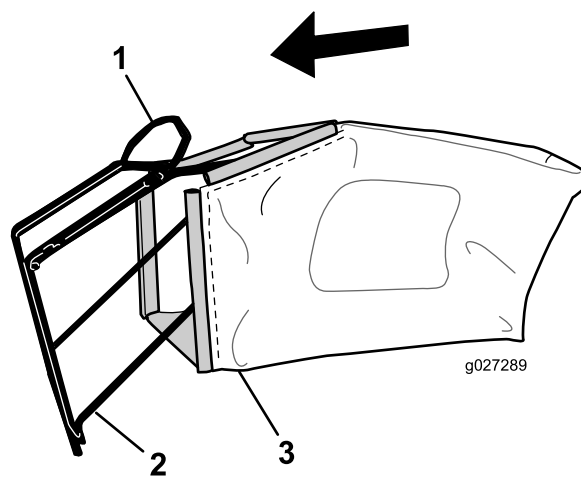

Figure 8
**Remarque:** Ne faites pas passer le bac sur le guidon (Figure 8).
1. Glissez le bac sur l'armature, comme montré à la Figure 8.